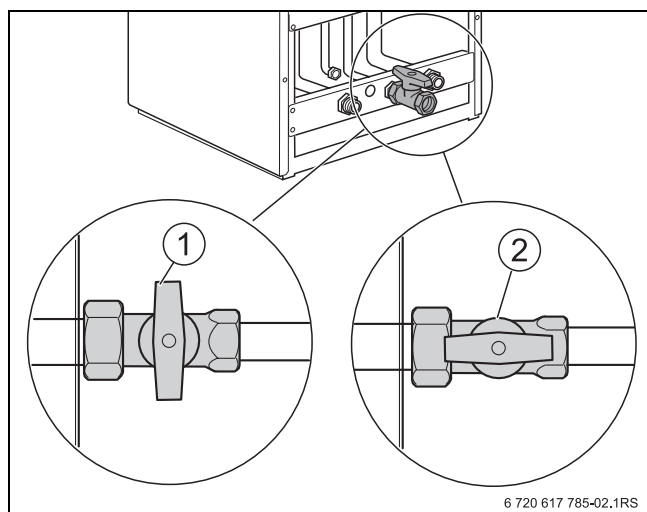

Fig. 7 Gaskraan
- ▶ Hoofdafsluiter of gaskraan sluiten (→ afb. 7, [1]).